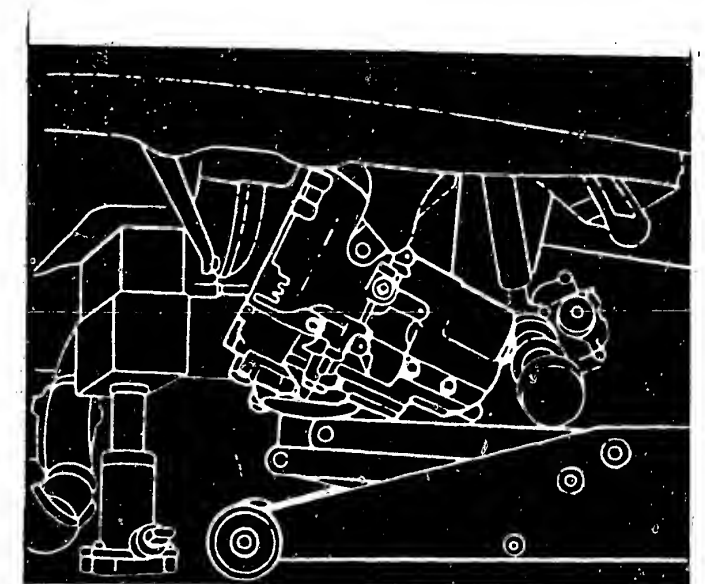

Bild 40 Ausbau des Schaltgetriebes allein.
a) Der Ausbau des Getriebes erfolgt nach unten. Die Antriebswellen sind getriebeseitig auszufahren (Kapitel 7.3) Während das Getriebe mit Hilfe eines Wagenhebers ausgefahren und abgesenkt wird, ist der Motor an der Ölwanne zu unterstützen (Bild 40).